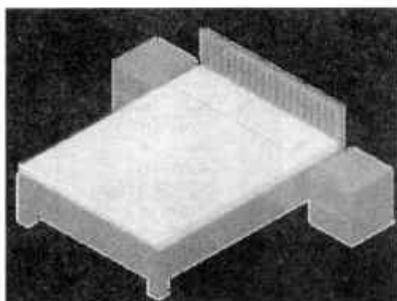

图14-76 赋予床头柜模型
**Step23** 再将该材质赋予至床头柜模型上，单击“渲染区域”命令，对其渲染，结果如图 14-76 所示。